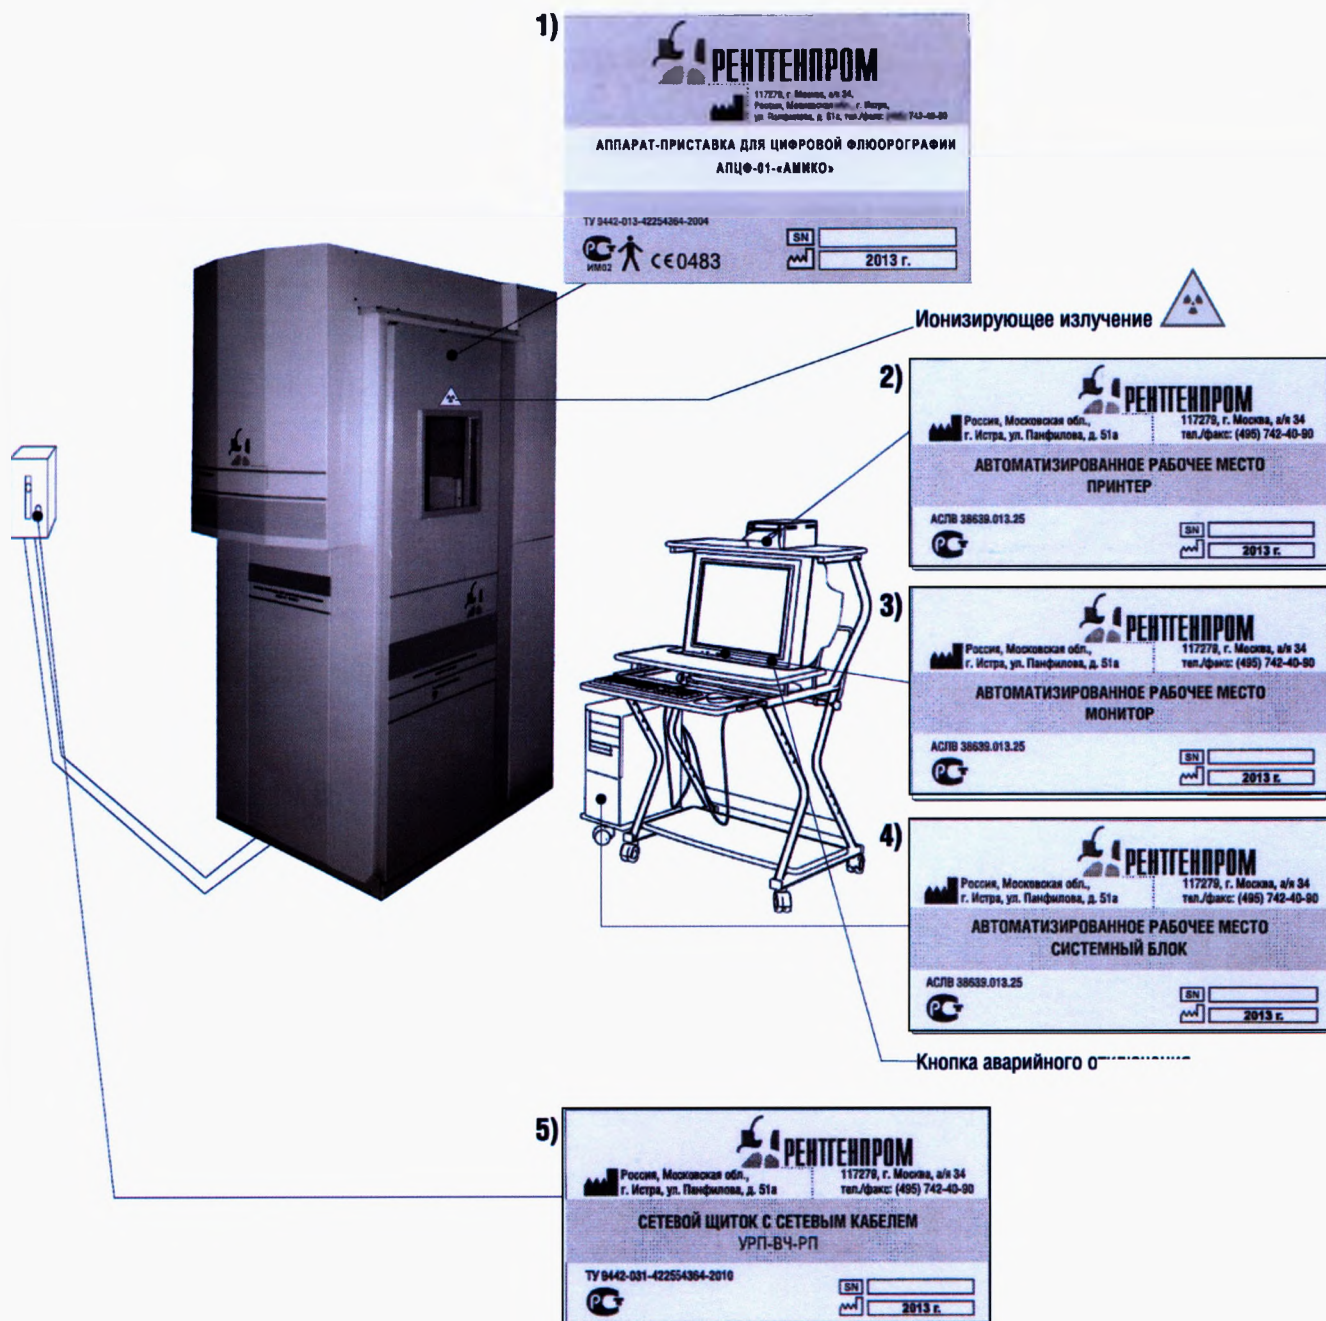

Рисунок 1 – Порядок размещения маркировочных табличек
3.4 Идентификация флюорографа и его частей, серийный номер флюорографа, а также информация об их изготовителях осуществляется с помощью маркировочных табличек, содержание и расположение которых показано на рис.1 и 2.